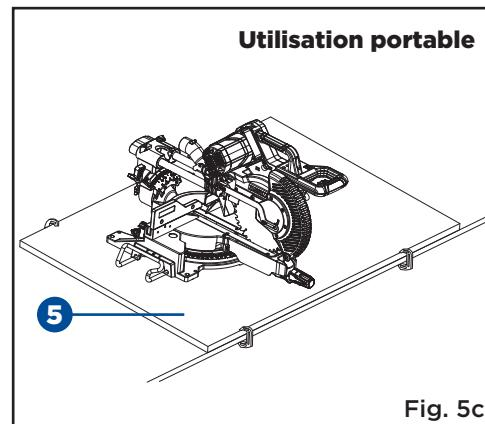

Fig. 5c
Pour une utilisation portable : (Fig. 5c)
Placez la scie sur un morceau de contreplaqué de 3/4 po (19 mm) (5) (Fig. 5c). Boulonnez fermement la base de la scie à onglets sur le contreplaqué en utilisant les trous de montage (Fig. 8a) situés sur la base. Utilisez des brides en C (non incluses) pour fixer ce plateau de montage à une surface de travail stable sur le chantier (Fig. 5c).